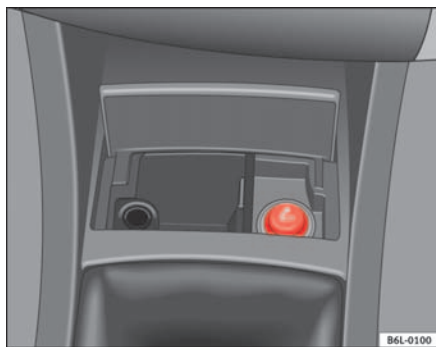

Fig. 81 Encendedor
- Presione el encendedor ⇒ fig. 81 para activarlo ⇒ ⚠.